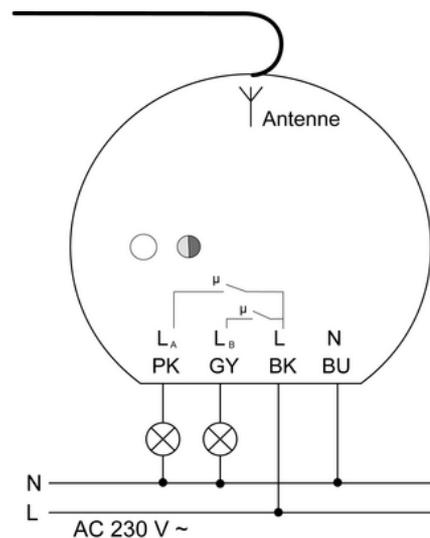

Figure 3
- Raccorder l'actionneur (1) aux bornes des lampes (voir Utiliser les bornes des lampes) (figure 3).